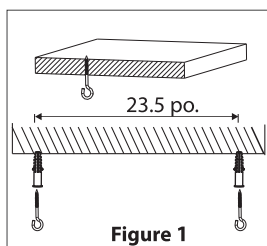

Figure 1
1. Install provided screw-hooks directly onto ceiling. Spacing between screws should be 23.5 inches (See Figure A). For concrete ceilings/drywalls, wall anchors are required. Drill two holes for provided wall anchors then use provided screw hooks (See Figure 1).
1. Visser directement les deux crochets à vis espacés de 23.5 pouces dans le plafond (voir la figure A). Pour un plafond en béton, il est nécessaire de percer d'abord deux trous de montage, puis d'utiliser des chevilles supplémentaires avec les crochets à vis fournis (voir Figure 1).